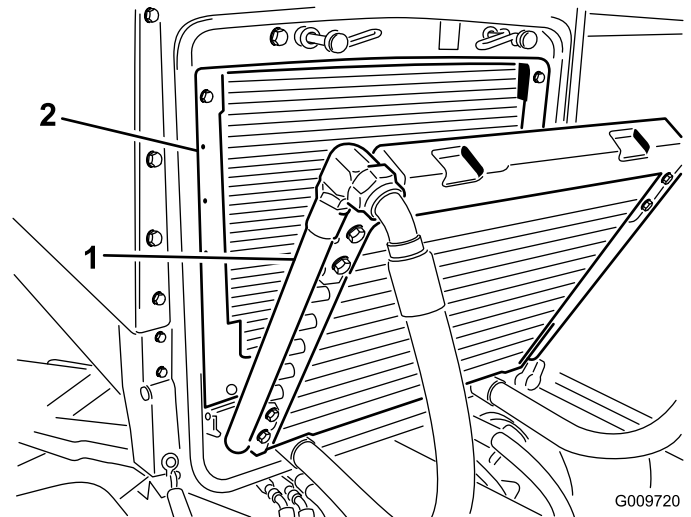

Figure 76
3. Basculez le refroidisseur d'huile en arrière. Nettoyez soigneusement les deux côtés du refroidisseur et la surface autour du radiateur (Figure 76) à l'air comprimé. Commencez par l'avant et soufflez les débris vers l'arrière. Nettoyez ensuite en soufflant de l'arrière vers l'avant. Répétez cette procédure plusieurs fois jusqu'à ce qu'il ne reste plus aucun débris.